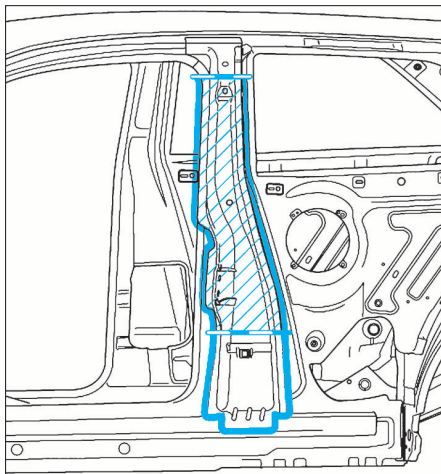

FIG. 16
- Détacher l'assemblage d'origine (Fig.16).